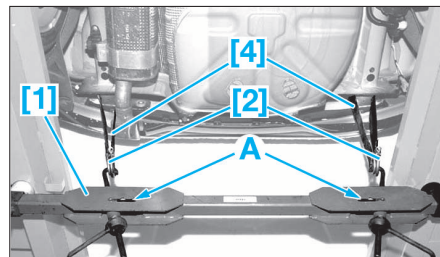

FIG. 63
- A l'arrière, engager les sangles [4] équipées de leurs manilles [2] autour des fixations sur caisse de l'absorbeur de choc (Fig.63).